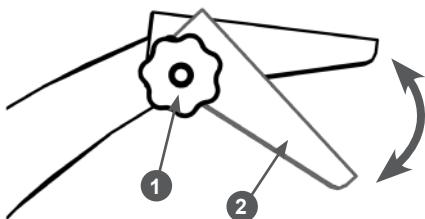

Рис. 20 Регулировка положения дефлектора
6. Отрегулируйте дефлектор жёлоба выброса. Если требуется, чтобы продукты измельчения выбрасывались в контейнер – наклоните дефлектор вниз. Если сбор продуктов измельчения не требуется – поднимите дефлектор вверх (Рис. 20). Для регулировки ослабьте затяжку барашковой гайки 1, установите дефлектор 2 в требуемое положение после чего затяните барашковую гайку (Рис. 20).